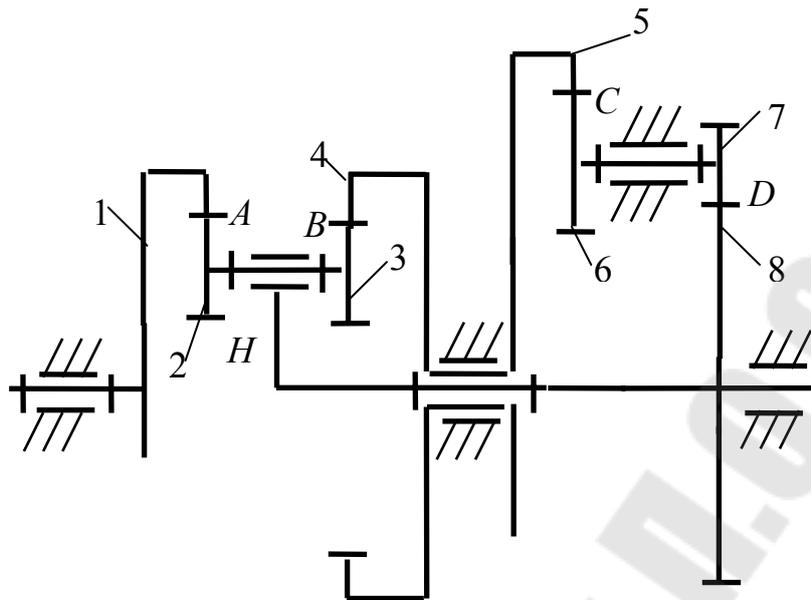

Рис.7.3
3. Определить угловые скорости звеньев замкнутого дифференциального механизма (рис.7.3), если угловая скорость зубчатого колеса 1 равна  $\omega = 100 \text{ c}^{-1}$ . Исходные данные приведены в табл. 7.3